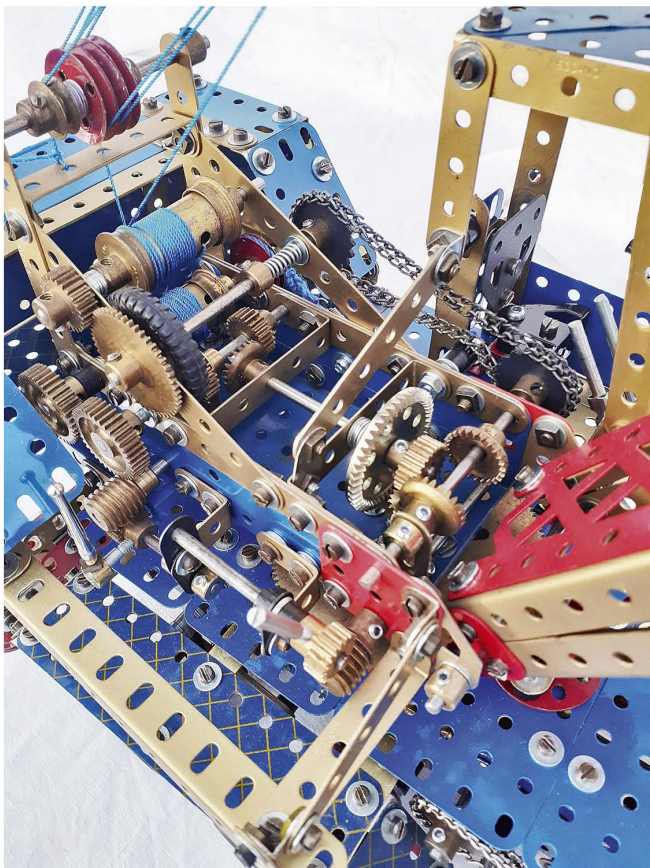
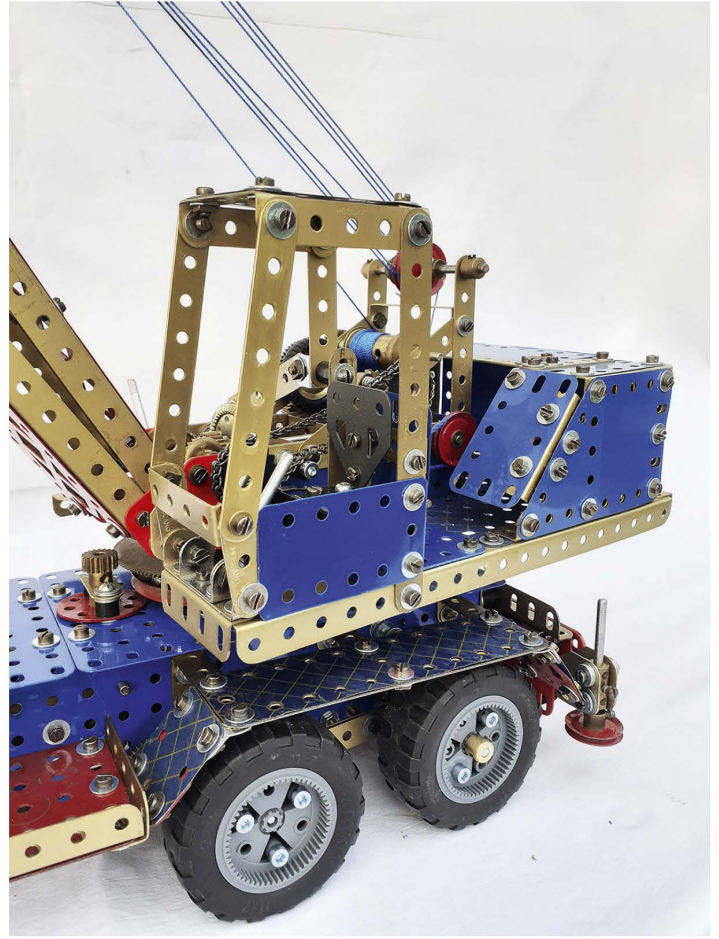

Fig. 20 Vue de dessus montrant la mécanique de la grue qui est également conforme au modèle JPV
Fig. 19 Détail de la cabine qui comprend un siège et de faux leviers de commande
**Partie grue.** La plateforme (Fig. 19) réalisée en cornières mesure 19 trous de long par 15 trous de large, l'original étant équipé d'une carrosserie qui protège la mécanique mais également le moteur thermique permet de mieux cacher les engrenages qui étaient un peu disgracieux sur le modèle boîte 8 évolution JPV. Hormis la carrosserie, la partie mécanique (Fig. 20) est une copie conforme du modèle Meccano boîte 8 modifiée présentée dans le numéro 153. La forme et la longueur de la flèche étant identiques également. Cela dit, grâce aux dimensions de la plateforme de la grue qui sont beaucoup plus importantes, le modèle est équipé d'une cabine de commande ainsi que de carters moteurs des plus réalistes et fidèles au modèle original.